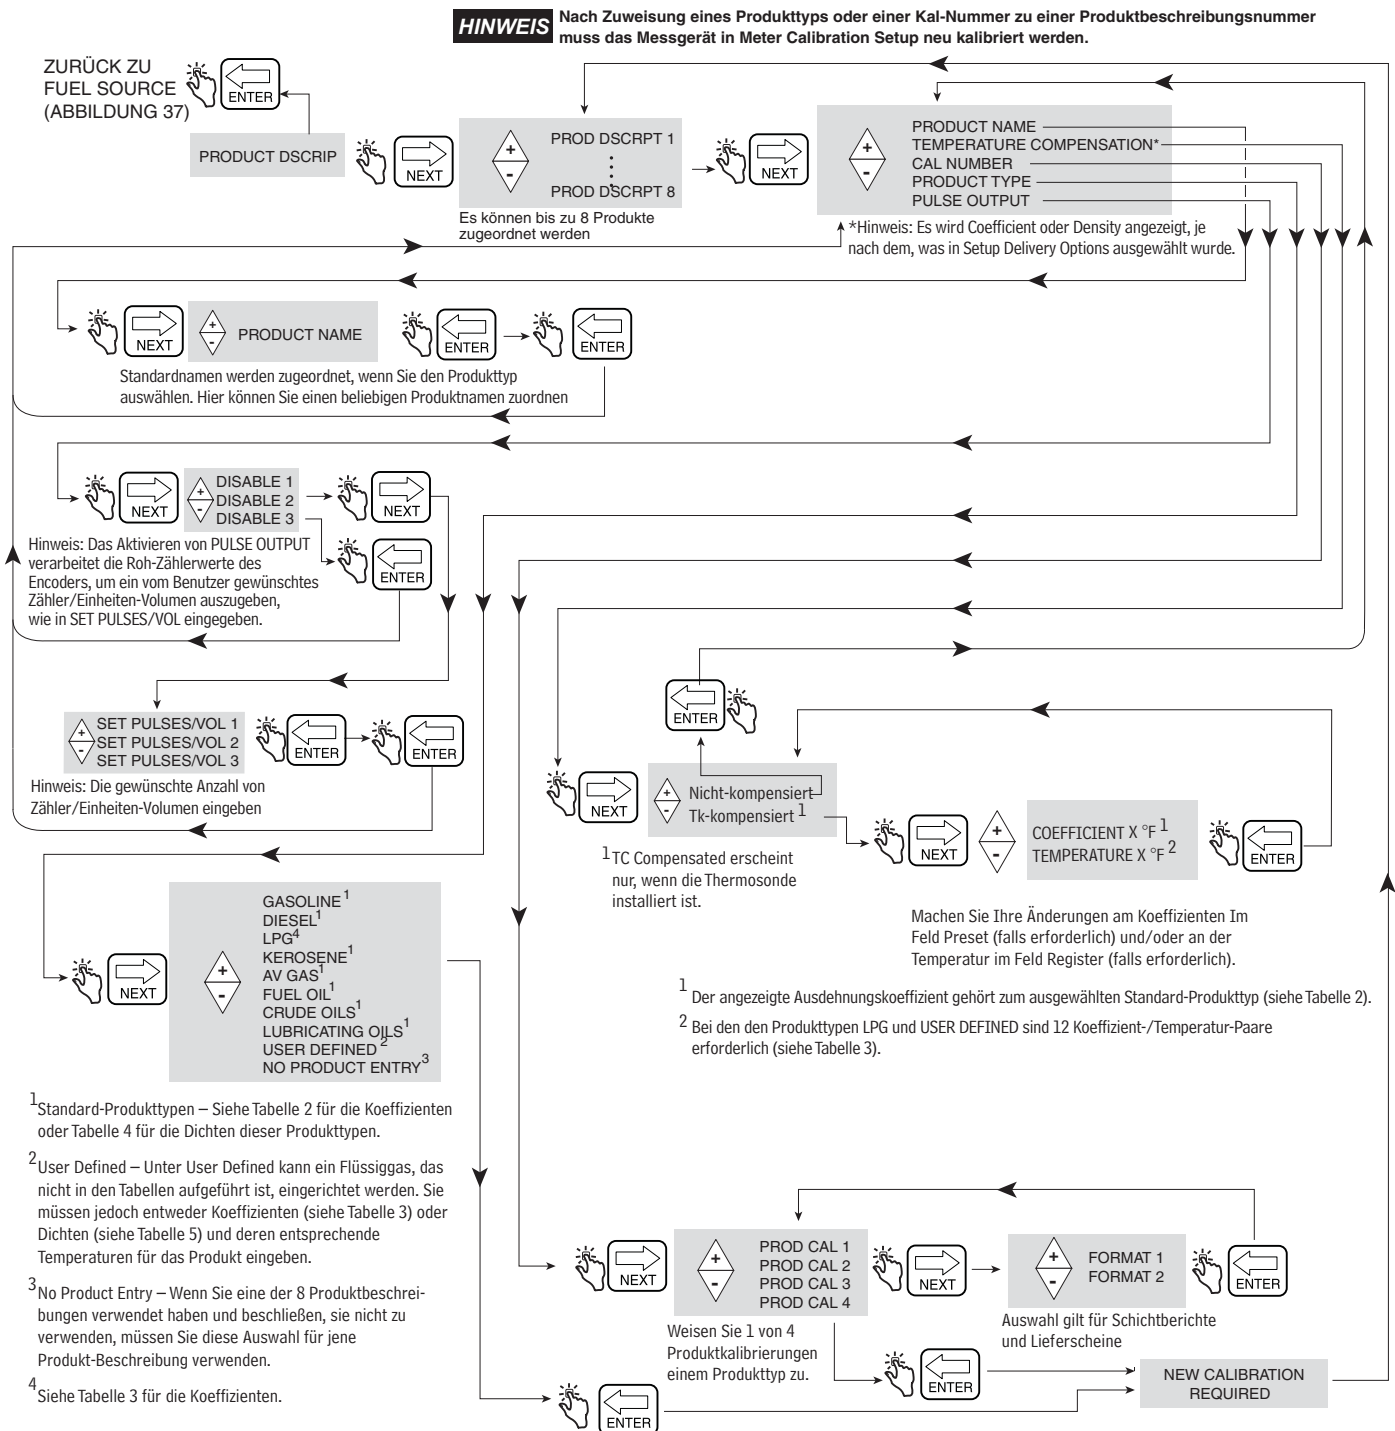

Abbildung 40. Setup Produktbeschreibung
Abbildung 40 zeigt die Auswahlen beim Setup Product Description. Dem EMR4 können Sie bis zu acht Produkte zuweisen. Jedes Produkt hat einen Typ, einen Name und einen Temperaturkompensationsfaktor. Für alle Produkte wird die thermische Kompensation entweder über den Temperaturkoeffizienten oder die Dichte berechnet, was Sie im Setup Delivery Options festlegen können (Seite 53).
Die Werte des Koeffizienten ( $C_{oe}$ ) können geändert und an die Spezifikationen des Kraftstoffs/Produkts angepasst werden. Der Faktor „t“ ist die gemessene Kraftstofftemperatur. Verwenden Sie z. B. das in Abbildung 40 auf Seite 44 beschriebene Verfahren, um den Standard-Ausdehnungskoeffizienten für Diesel von 0,00081 auf 0,00083 zu ändern. Zur Berechnung des temperaturkompensierten Volumens ist der Ausdehnungskoeffizient ( $C_{oe}$ ) jetzt 0,00083.
4. Nachdem die 3 Schritte ausgeführt wurden, ändern Sie den Standard-Dichtewert für bis zu acht spezifische Produkte, wie in Abbildung 40, Setup Product Description, gezeigt.